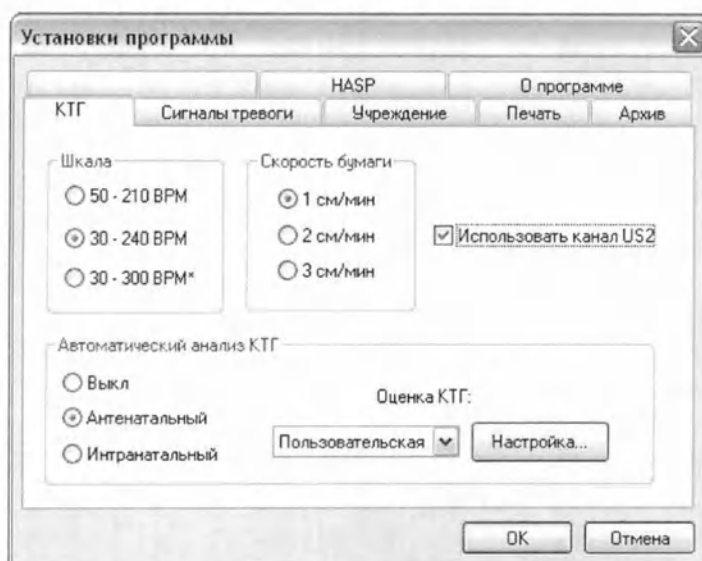
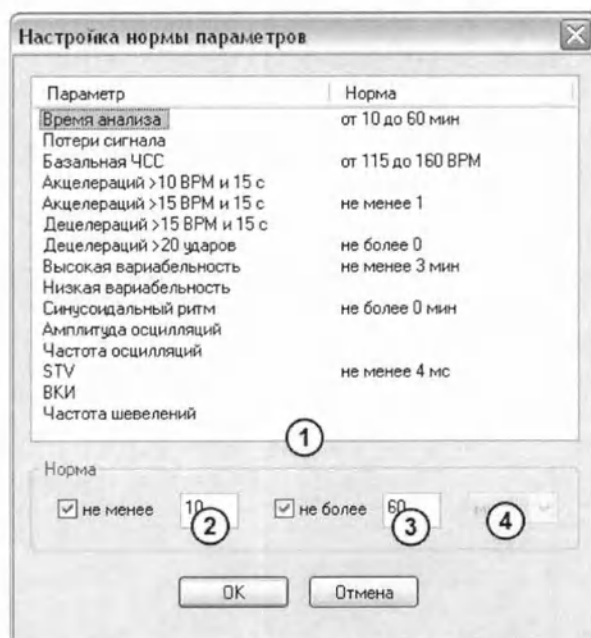

Рис. 7.7 Закладка «КТГ» окна установок
Рис. 7.8 Окно настройки пользовательской оценки КТГ
При данном методе оценки КТГ производится сравнение значений параметров с установленным диапазоном нормы. Настройка значений нормы производится с помощью окна «Настройка нормы параметров» (рис. 7.8), вызываемого нажатием на кнопку «Настройка...» закладки «КТГ» окна установок (рис. 7.7). Для более подробной информации об окне установок обращайтесь к разделу 5.3.1 «Настройка программного обеспечения».
На рис. 7.8 обозначены следующие ниже элементы управления.
1. Выделить строку «Базальная ЧСС» в списке параметров (поз. 1 рис. 7.8);
3. Ввести значение 115 в поле 2 на рис. 7.8;
5. Ввести значение 160 в поле 3 на рис. 7.8.
1. Выделить строку «STV» в списке параметров (поз. 1 рис. 7.8);
3. Ввести значение 4 в поле 2 на рис. 7.8;
4. В списке 4 на рис. 7.8 выбрать размерность «мс».